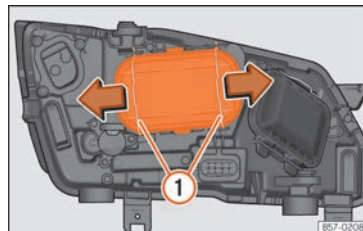

Fig. 108 En el vano motor: retirar la tapa.
2. Desplace los tirantes »» fig. 108 ① en el sentido de la flecha y saque la tapa.